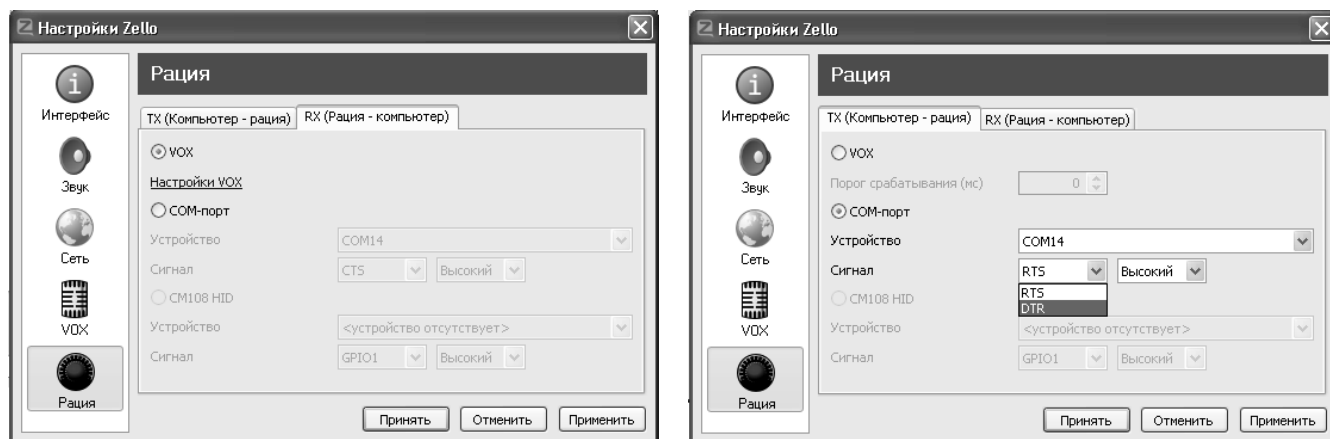

Рис. 14. Zello-рация в расширенном режиме
5. Запускаем Zello-рацию, заходим в настройки и... вуа-ля (см. рис. 14).